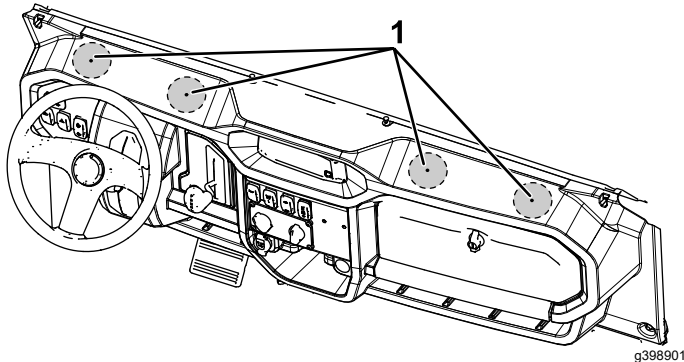

Figure 14
1. Localisez les 4 repères de perçage en haut du tableau de bord (Figure 14) et percez 4 trous (76 mm) directement à l'emplacement des repères.